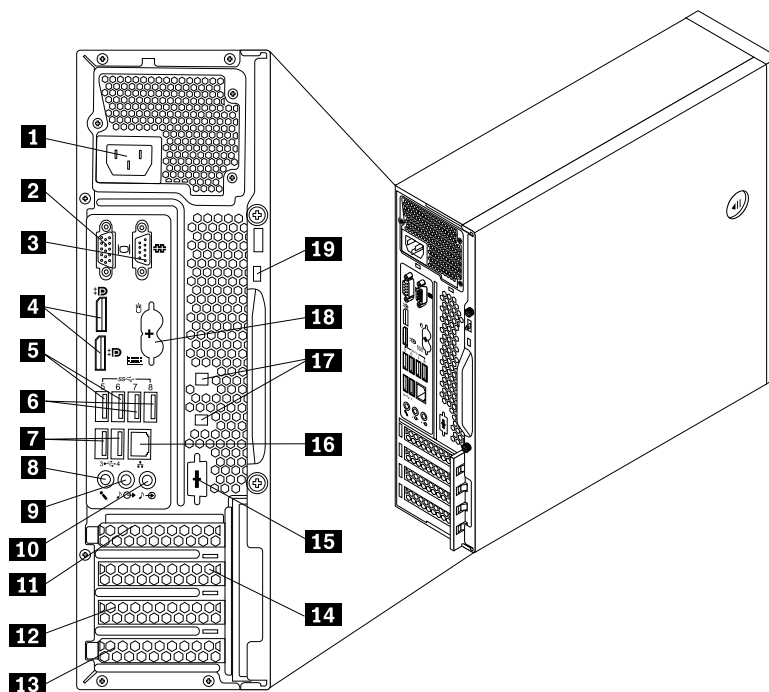

Figure 2. Emplacement des connecteurs arrière sur un ordinateur ThinkCentre M93/p
- Figure 2 « Emplacement des connecteurs arrière sur un ordinateur ThinkCentre M93/p » à la page 11 L'illustration suivante présente les connecteurs disponibles à l'arrière d'un ordinateur ThinkCentre M93/p. Certains sont identifiés par une couleur pour vous aider à déterminer où brancher les câbles sur l'ordinateur.